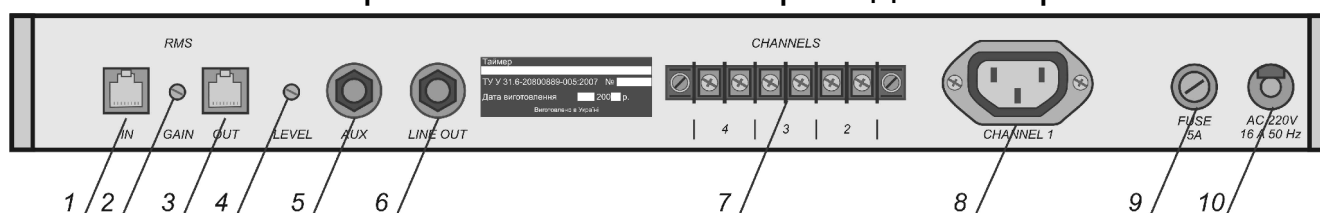

Рисунок 3
8.2 Размещение клемм и гнезд для подключения на задней панели таймера и их назначения приведено на рис. 3.